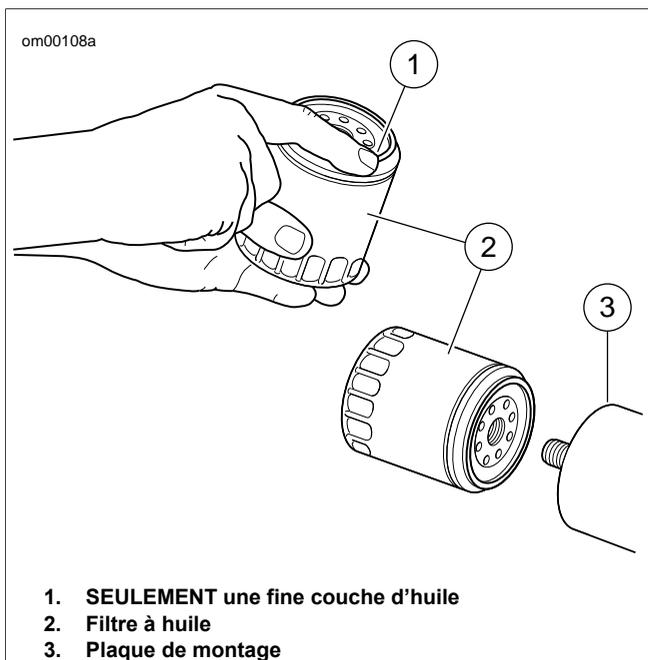

Figure 1-7. Application d'une couche mince d'huile
2. Voir Figure 1-7. Nettoyer la surface de contact du joint de filtre du support de filtre à huile avec un chiffon propre. La surface doit être lisse, sans impuretés et sans morceaux de joint.
3. Appliquer une fine couche d'huile sur la surface de contact du joint sur le carter moteur (3), la surface du joint du **nouveau** filtre à huile.